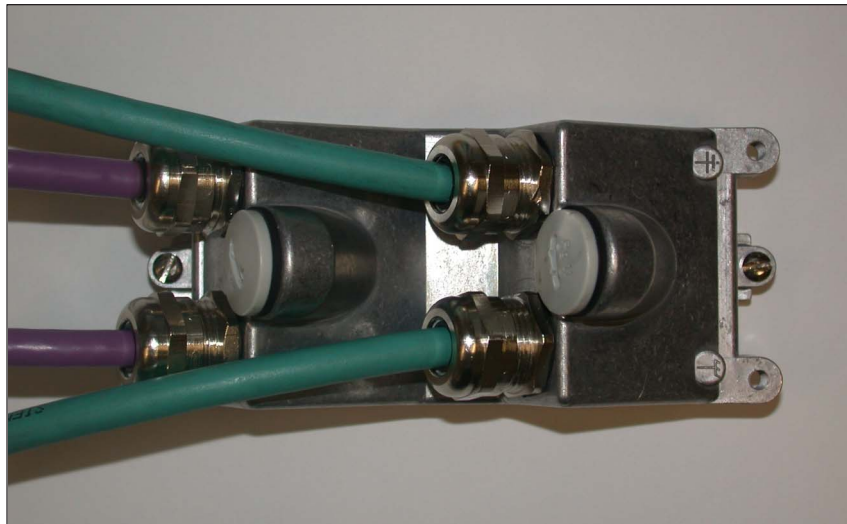

Bild 2-25 Fertig verdrahteter Anschlußdeckel: Ansicht von oben
- Anschlußdeckel von oben —> siehe Bild 2-25